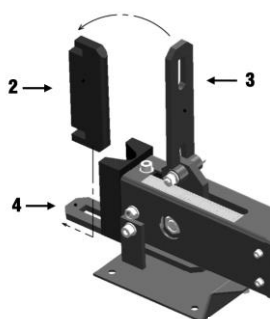

fig. 2
3. Placez la matrice de serrage (n° 2) entre la plaque supérieure (n° 3) et la plaque inférieure (n° 4) (fig. 2).